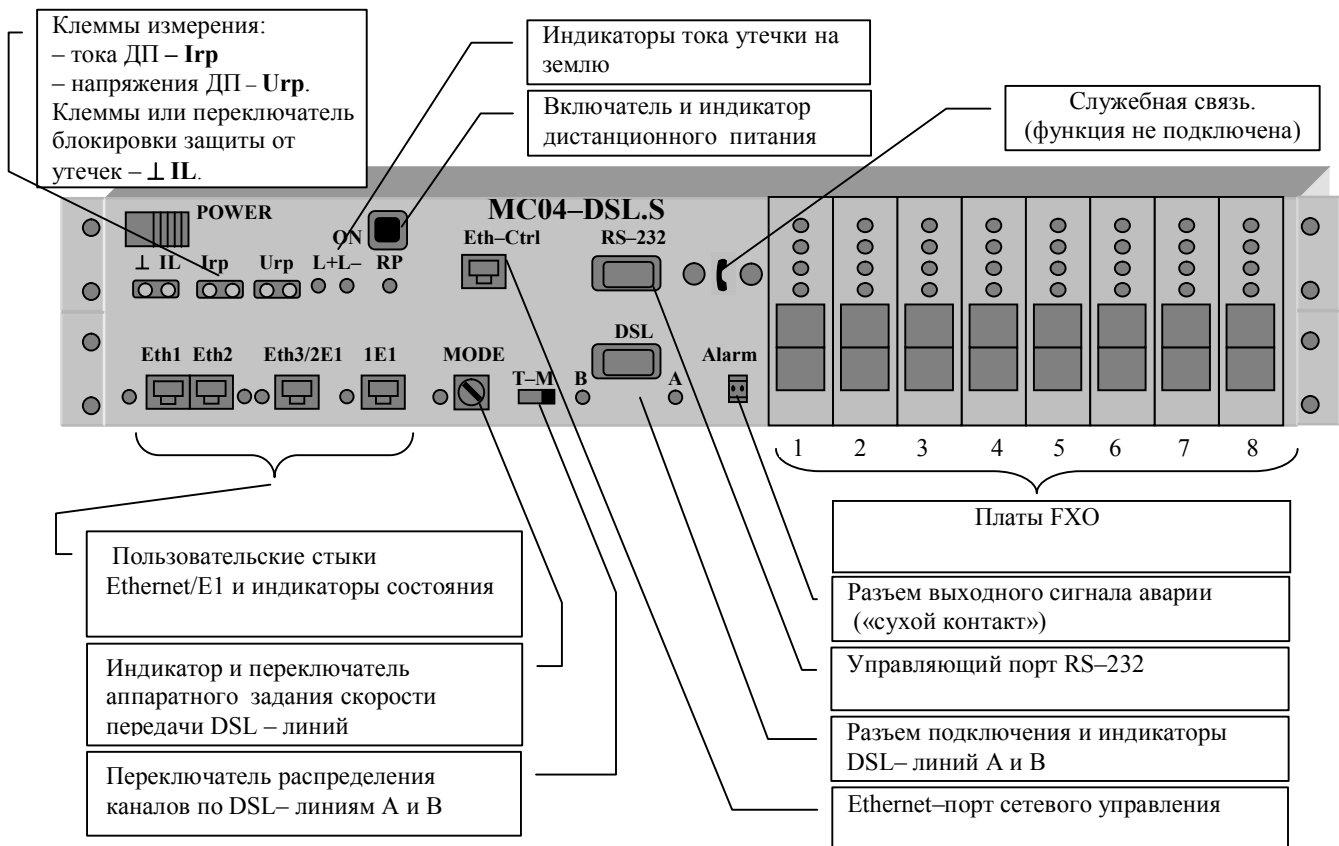
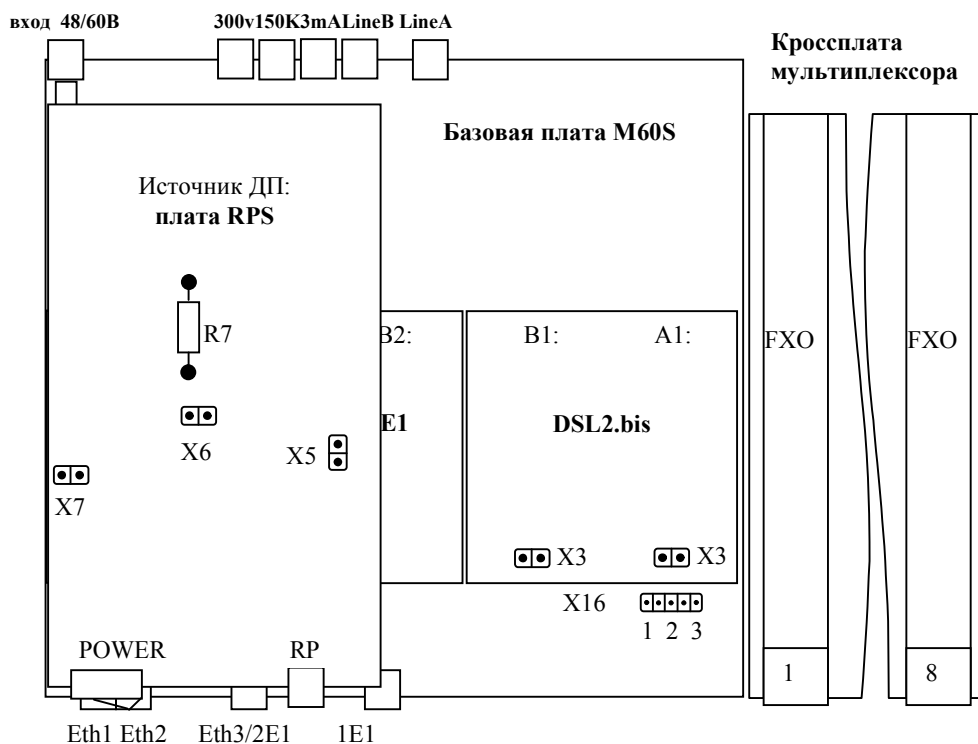

Рис. 5. В корпусе 2U.
Рис. 7. Схема расположения узлов MC04-DSL.S-xE1/xEthS xFXO-RPS-2U.
1. Станционный полукомплект в корпусе 2U. Имеет места 8 плат канальных окончаний (КО). Места установки плат на рис. 5 пронумерованы от 1 до 8. Конструктивно блок включает (см. рис. 7):
5.1.3. Базовая плата **M60S** имеет модульную конструкцию, что позволяет реализовать разнообразные варианты аппаратных исполнений с разными функциональными возможностями в зависимости от типа и числа модулей цифровых интерфейсов DSL2.bis, E1, Eth, установленных на базовую плату M60S и наличия кроссплаты. Модули устанавливаются на места A1, B1, B2, A2, C базовой платы через два разъемных соединения согласно рис. 7 и 8. Варианты аппаратных исполнений даны в табл. 5. Распределение (кросскоммутиция) пользовательских каналов по DSL стыкам для этих исполнений при аппаратном способе управления даны в п. **5.4.2. Конфигурация (настройки) по умолчанию.**